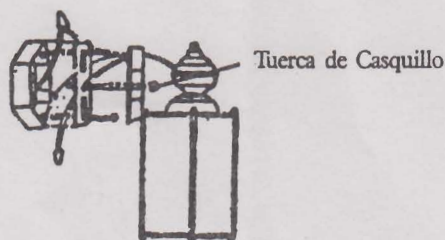

Figura 6
- b) Coloque la instalación sobre la entrerroscas y asegúrelos con e; casquillo que hay provistos. (Figura 6) El cojinete de la instalación debería estar alineado con la superficie.